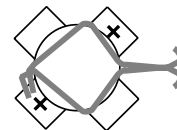

Figura 3.
- b. Apriete el alambre formado como lo indican, vea la figura 3, hasta que el alambre se junte y forme una abertura en forma de diamante, vea la figura 3.
- c. Mientras mantiene el alambre formando un diamante, vea la figura 3, inserte la bombilla a través de la abertura en forma de diamante y enrésquela en el portalámparas (zócalo).